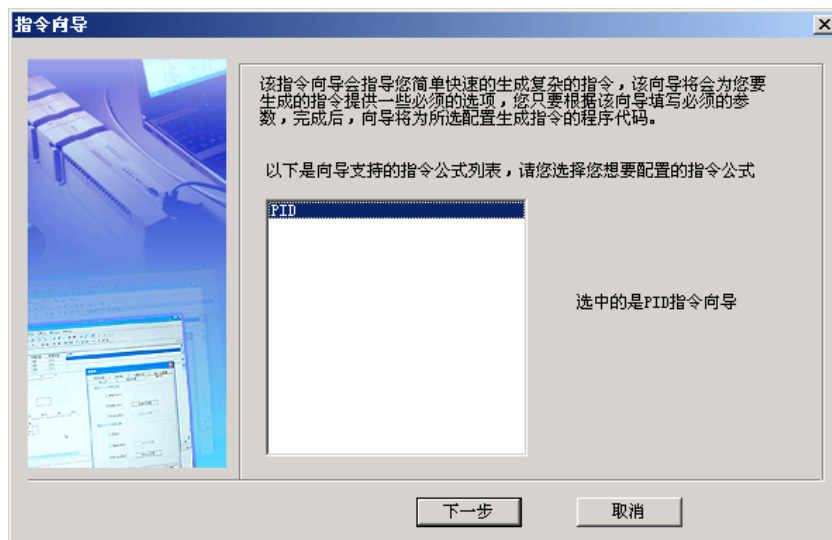

图6-17 指令向导对话框
1. 点击**工具/指令向导**菜单项，调出指令向导对话框，见图 6-17。